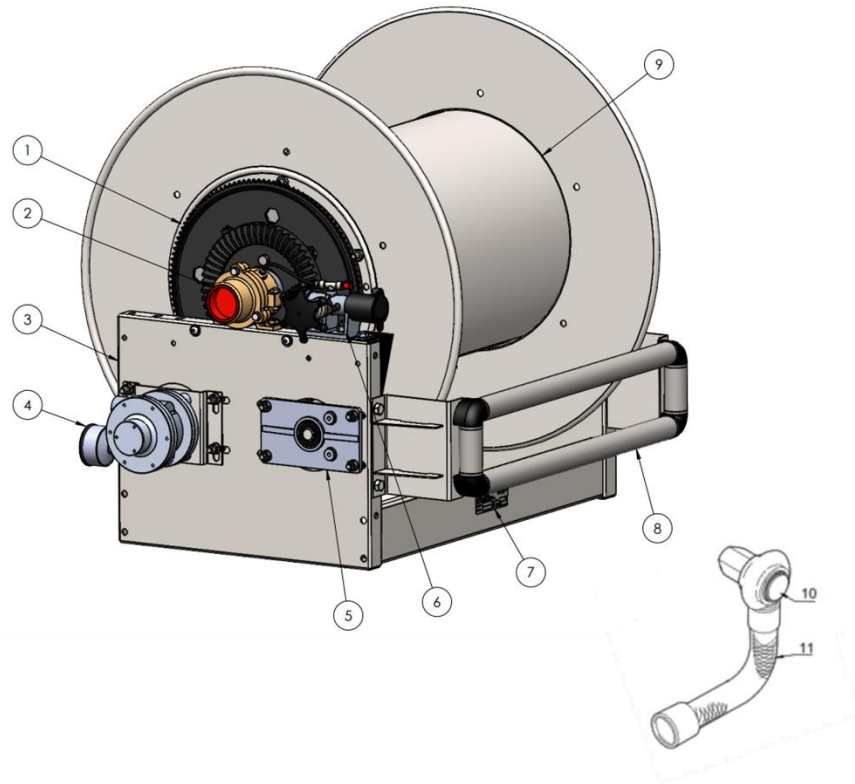

Figura 4 - Avvolgitubo a riavvolgimento con motore pneumatico (protezione catena rimossa)
- 3.3.2.1 L'avvolgitubo di base è costituito da un gruppo tamburo posizionato centralmente e sostenuto da due cuscinetti sul telaio dell'avvolgitubo, vedi **Figura 4 - Avvolgitubo a riavvolgimento con motore pneumatico**. Il tubo può essere riavvolto manualmente mediante una manovella o tramite il motore pneumatico. L'albero di riavvolgimento manuale di emergenza aziona una coppia corona-pignone disposta a 90° o a 25° rispetto alla parte anteriore dell'avvolgitubo.